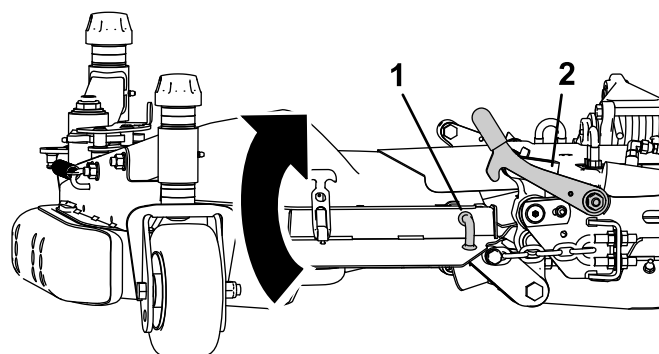

Figure 10
1. Levez le plateau latéral et accrochez la goupille de verrouillage à la poignée de verrouillage (Figure 10).